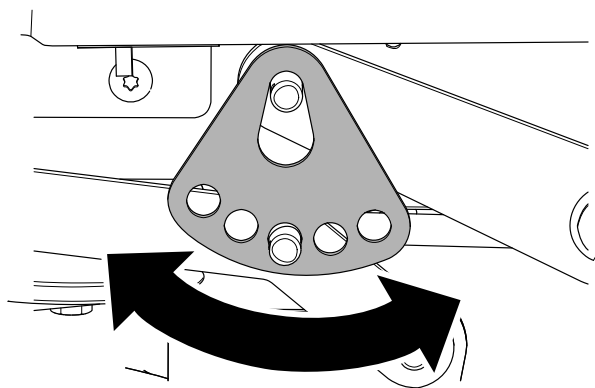

Figura 68
7. Ruotate la piastra dell'altezza di taglio a un foro differente, in modo tale che supporti il peso del piatto di taglio dopo l'installazione della piastra (Figura 68).
8. Installate la rondella e la coppiglia (Figura 68).